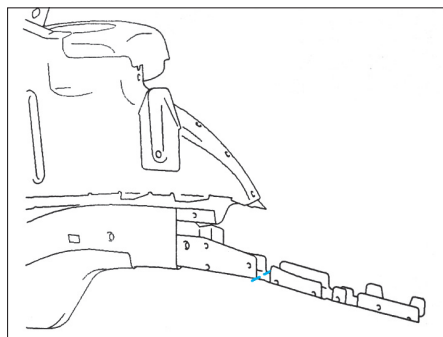

FIG. 34
- Souder par cordons successifs au MIG ou MAG (Fig.34).